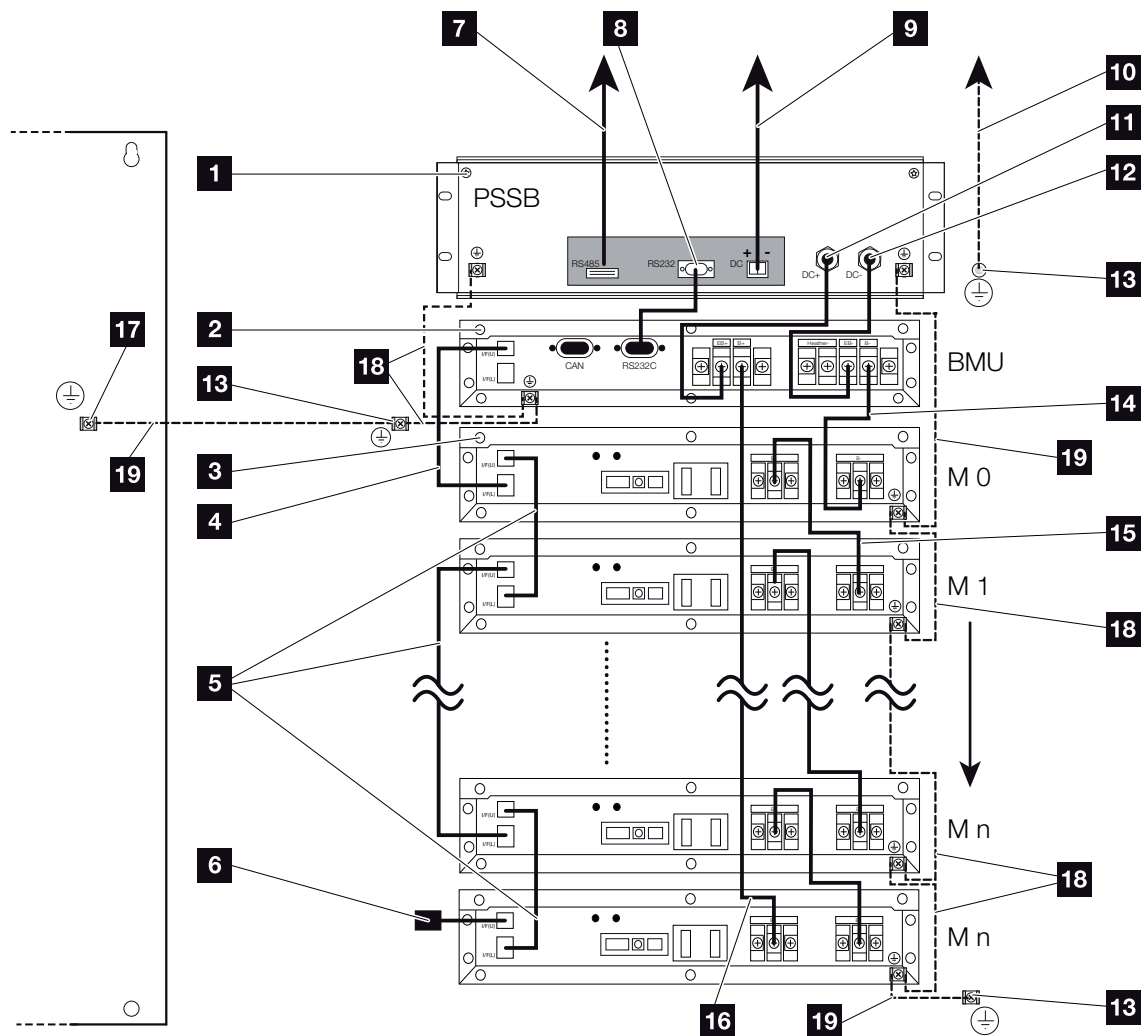
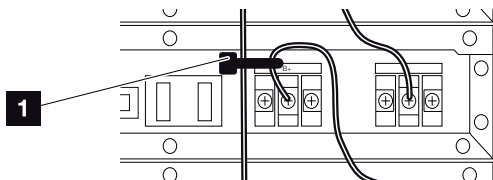

Abb. 22: Interne Verkabelung PIKO Battery Li
Abb. 32: Befestigung DC-Leitung mit Kabelbinder
1. Stecken Sie das 8-Pin-Ende eines Datenkabels an den I/F(U) Anschluss des Controllers und das 12-Pin-Ende an den I/F(L) Anschluss des obersten Stromspeichermoduls. **Abb. 22**
➤ Abb. 32 Pos. 1 oder Abb. 22